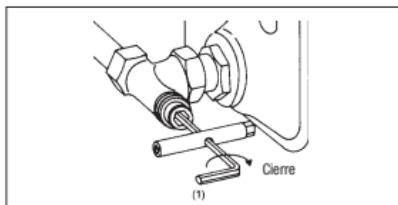

Fig. 3 Cierre del detensor
2. Cierre la válvula girando una llave de 6 mm (1) hacia la derecha (fig. 3).
2. Cierre la válvula girando una llave de 6 mm (1) hacia la derecha (fig. 3)